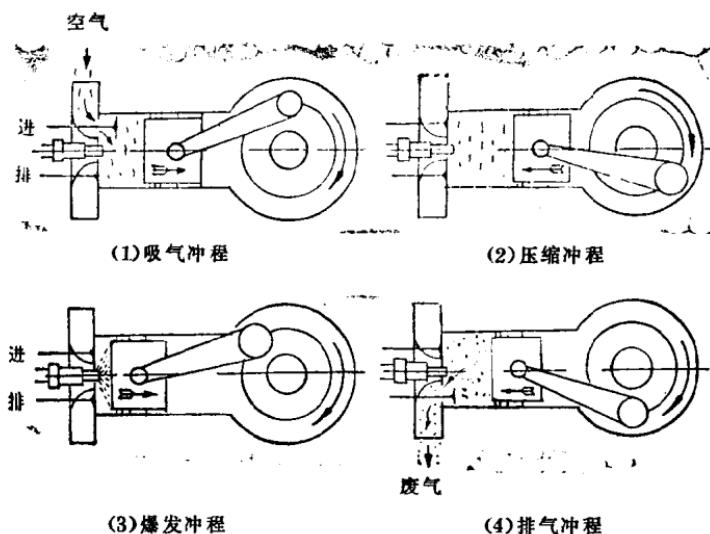

图 1—4 四冲程内燃机工作原理图
塞由上止点向下止点移动，就产生了动力，并借助连杆推动曲轴旋转变换为机械能而作功，这一冲程称为爆发冲程，如图1—4（3）。
4. 排气冲程：活塞由下止点向上止点移动，此时排气门开启，废气经排气门排出，这一冲程称为排气冲程，如图1—4（4）。